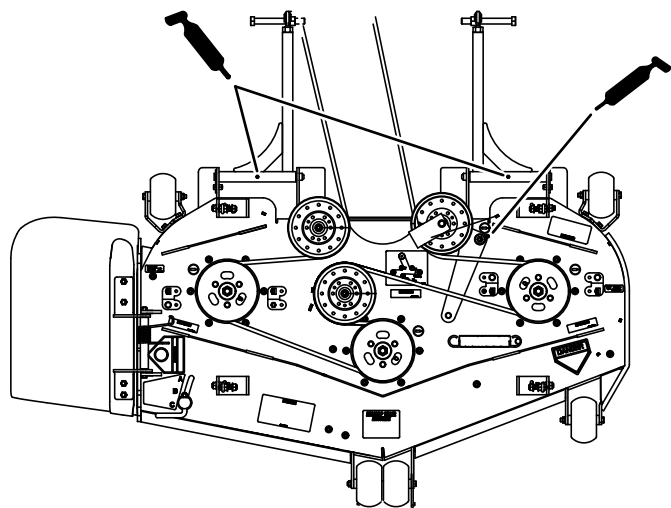
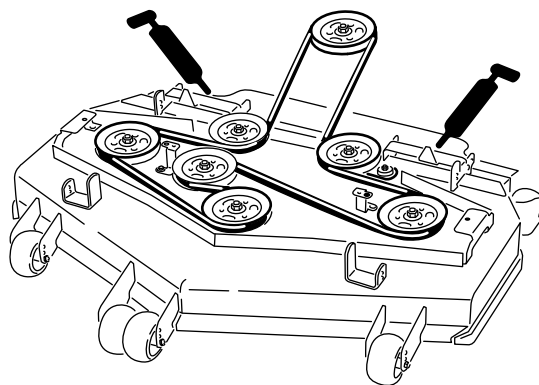

Figura 53
Figura 54
6. Lubrifique o braço intermédio na plataforma do cortador (Figura 53).
7. Lubrifique com massa os bocais nos braços (Figura 53 ou Figura 54).